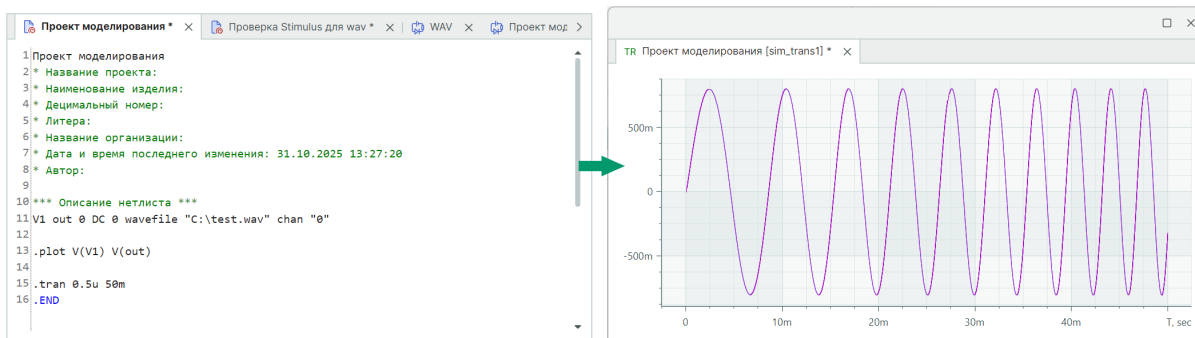

Рис. 161 Определение параметров с помощью нетлиста и пробела
- `V1 out 0 DC 0 wavfile "C:\test.wav" chan "0"` – явное определение параметров с помощью символа пробела, см. Рис. 161;